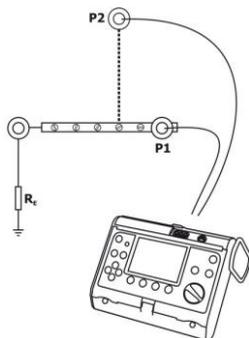

Fig. 16. Conexión del medidor
- conectar el medidor con los cables a la toma de corriente del tablero según la Fig. 16,